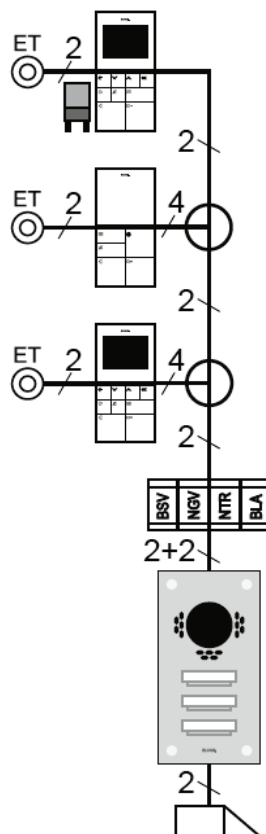

Bild 8: Stichstruktur ohne Videoverteiler
- 1 Bei einer Stichstruktur ohne Videoverteiler (Hin- und Rückadern in einer Leitung) müssen verseilte Leitungen (z.B. J-Y(ST)Y oder CAT) paarweise verwendet werden (Bild 8).